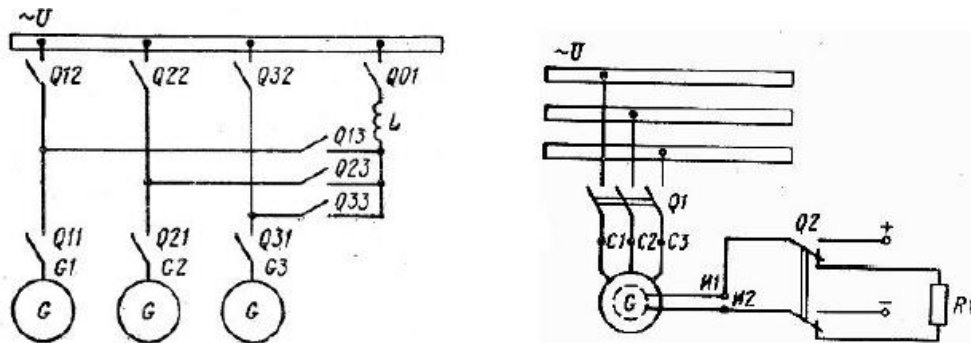

Рис.1
1. Указать требования к подключению синхронных генераторов на параллельную работу методом грубой синхронизации и самосинхронизации (рис.1.) Какие элементы схемы требуются для выполнения и контроля за выполнением требований.